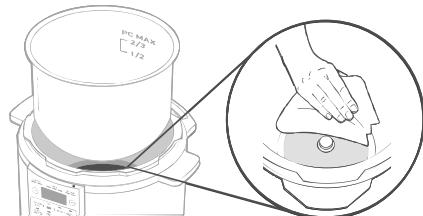

Figura 2.2
- Retire la olla interior. Limpie la resistencia con un paño suave y seco para asegurarse de que esté limpio de residuos. [Figura 2.2]